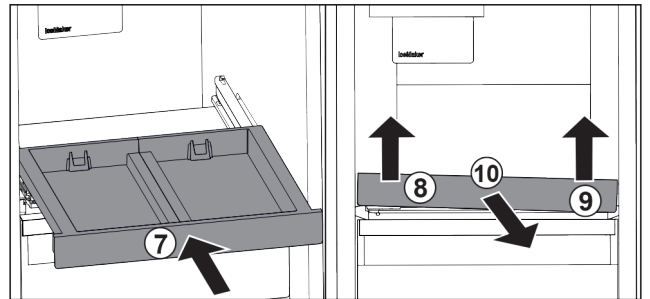

Fig. 101
- ▶ Lükake väljatõmbetahvel sisse. Fig. 101 (7)
- ▶ Tõstke väljatõmbetahvli eest vasakult üles. Fig. 101 (8)
- ▶ Tõstke väljatõmbetahvli eest paremalt üles. Fig. 101 (9)
- ▶ Võtke väljatõmbetahvel ettepoole välja. Fig. 101 (10)